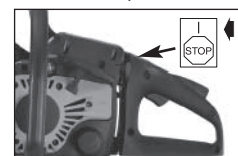

Fig. 9A
1. Mettez l'interrupteur ON/OFF sur ON "I" (Fig. 9A)